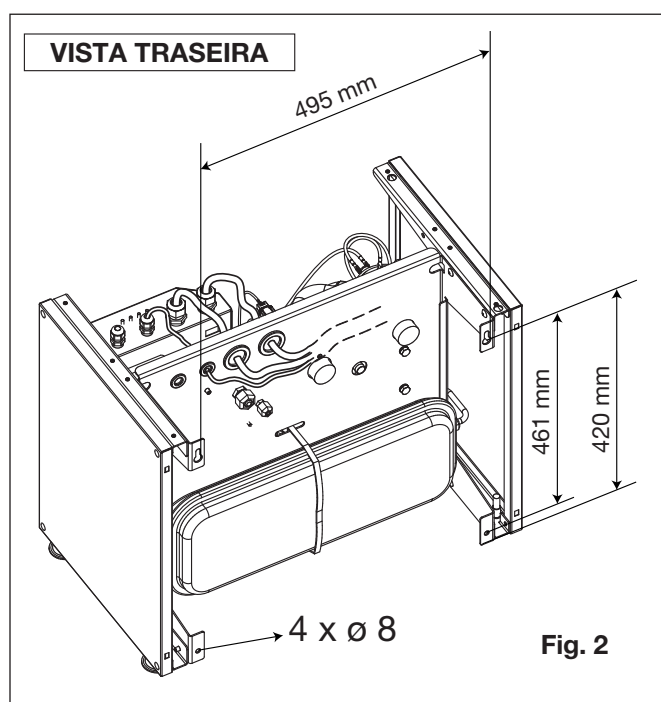

Fig. 2
- Perfure 4 furos na parede, usando o modelo fornecido (**fig. 2**). Utilizar as cavilhas e parafusos (não fornecidos) adaptados ao peso do aparelho e ao tipo de parede.
- Remova a tampa do painel elétrico para acessar os blocos de terminais (fig. 2).